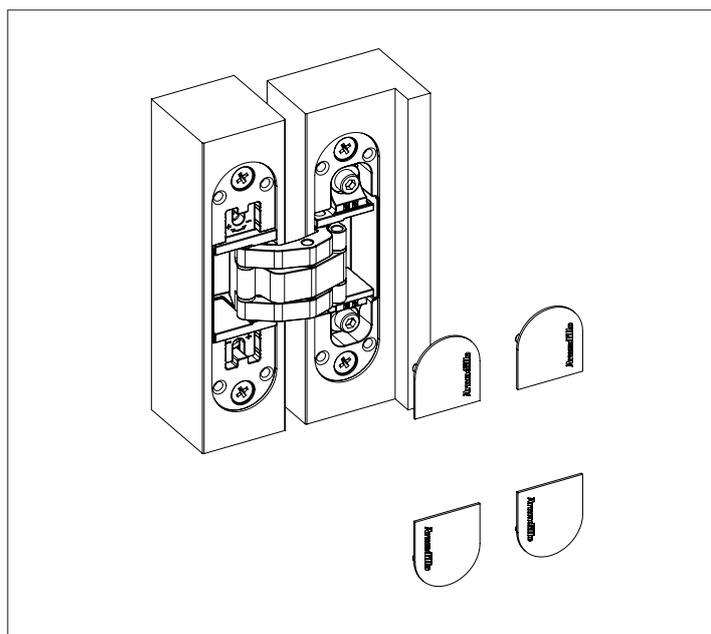

Рисунок 6 — Установка декоративных накладок.
3. Установить декоративные накладки (см. рис.6).